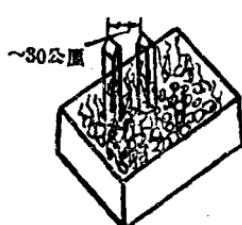

图 4
5. 緩慢均匀冷却 当加压后，焊藥已凝固的即可放入木箱內緩慢冷却，如图4所示刀具插入箱內其互相間隔为30公厘距离